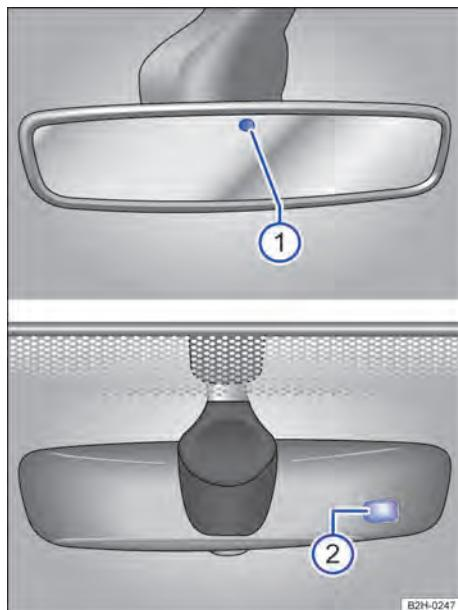

Fig. 89 Espelho retrovisor interno com antiofuscante automático.
- Para evitar o ofuscamento, puxar a alavanca para trás → Fig. 89.
Legenda para Fig. 89: